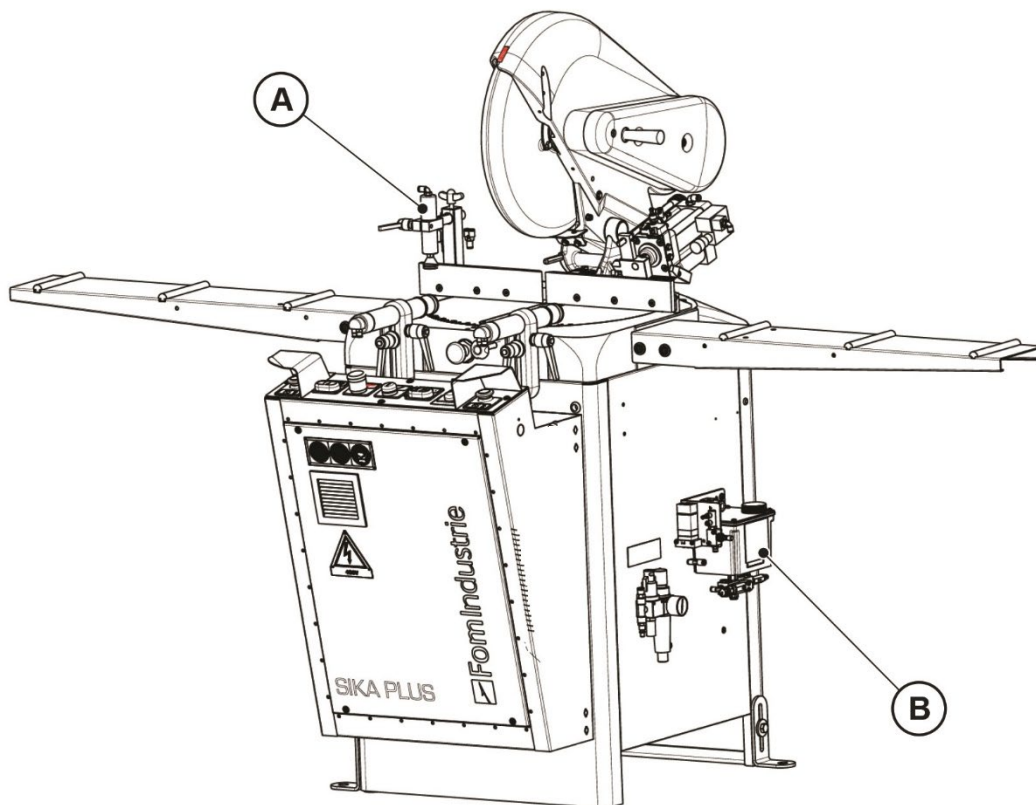

Fig. 03-01
- Morsa verticale SX/DX “A” (Fig. 03-01)
- Kit lubrificazione del taglio a microgoccia con olio puro “B” (Fig. 03-01)